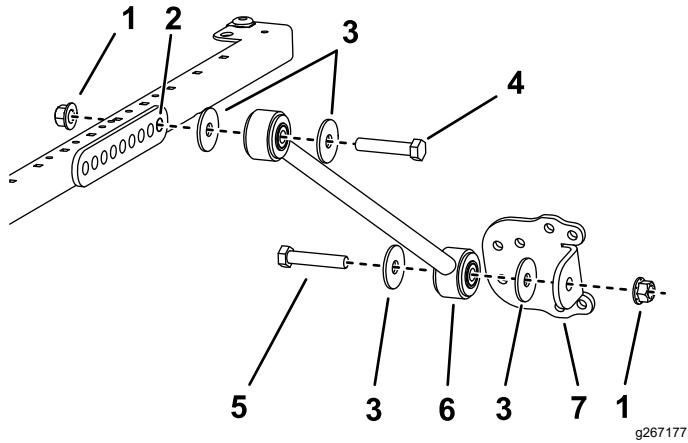

Рисунок 33
- На моделях 03820, 03821, 30604, 30605, 30608 и 30609 с каждой стороны рамы солнцезащитного навеса прикрепите, не затягивая, подпорку к **заднему** отверстию кронштейна подпорки с помощью болта ($\frac{1}{2} \times 2\frac{1}{2}$ дюйма), шайбы ($\frac{1}{2}$ дюйма) и фланцевой гайки ($\frac{1}{2}$ дюйма), как показано на Рисунок 33.
- Прикрепите, не затягивая, кронштейн подпорки к каждой подпорке с помощью болта ($\frac{1}{2} \times 2\frac{1}{2}$ дюйма), шайбы ($\frac{1}{2}$ дюйма) и фланцевой гайки ($\frac{1}{2}$ дюйма), как показано на Рисунок 33.